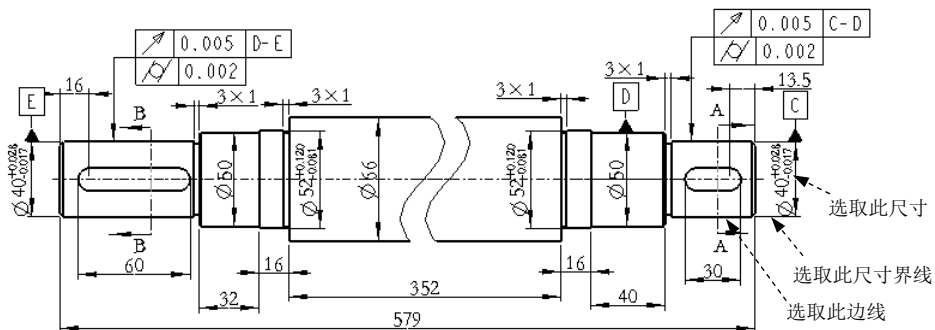

图 5.9.25 定义表面粗糙度符号
(1) 选取图 5.9.25 所示的尺寸, 在系统  在尺寸界线上选择位置. 的提示下, 选取图 5.9.25 所示的尺寸界线为放置位置, 然后选取图 5.9.25 所示的边线。